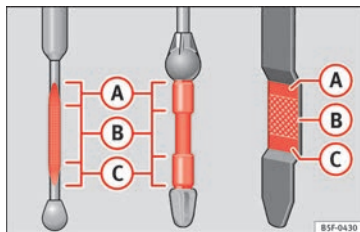

Fig. 222 Vareta de medição do nível de óleo.
- Em seguida, retire-a novamente e verifique o nível do óleo » **Fig. 222**. Caso seja necessário, reponha óleo do motor.